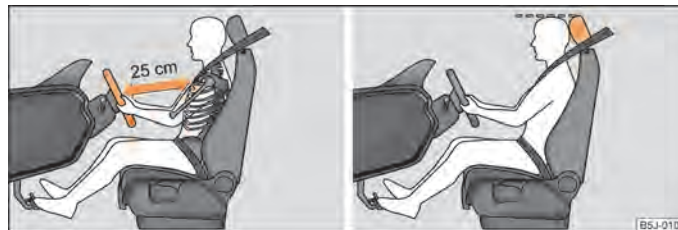

Fig. 96 Distanța corectă dintre șofer și volan / Reglarea corectă a tetierei șoferului
- Reglați astfel scaunul șoferului încât distanța dintre volan și torace să fie de cel puțin 25 cm ⇒ **fig. 96** - stânga.
- Reglați tetierele astfel încât marginea superioară a tetierei să se afle la aceeași înălțime cu partea superioară a capului dumneavoastră ⇒ **fig. 96** - dreapta.
- Între conducător și volan trebuie să existe o distanță de cel puțin 25 cm ⇒ **fig. 96**. Dacă nu se respectă această distanță, sistemul airbag nu își poate exercita eficiența maximă - Pericol!
- Reglați tetierele astfel încât marginea superioară a tetierelor să se afle la aceeași înălțime cu partea superioară a capului dumneavoastră ⇒ fig. 96 - dreapta.